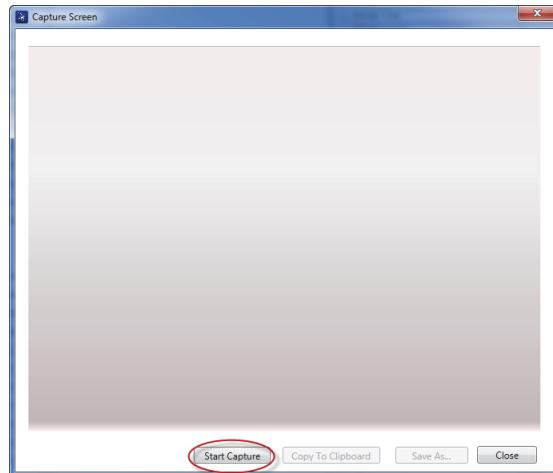

图 7-2 截取屏幕对话框
出现 **Capture Screen**（截取屏幕）对话框（参见第 164 页的图 7-2）。
4. 在 **Capture Screen** (截取屏幕) 对话框中, 点击 **Start Capture** (开始截取) (参见第 164 页的图 7-2)。